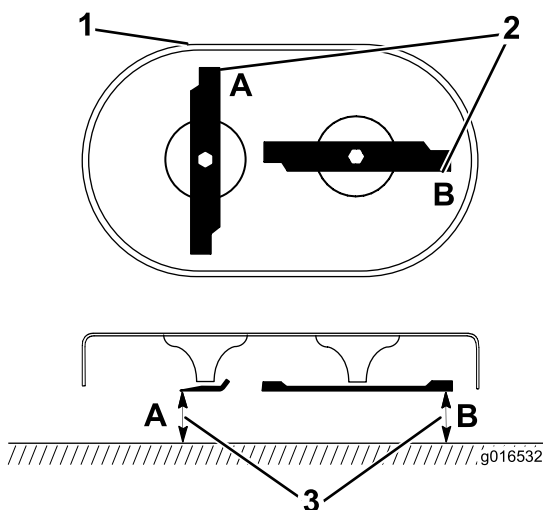

Figure 39
1. Tournez les lames à la position indiquée à la Figure 39.
2. Mesurez la distance entre une surface plane et le tranchant aux points A et B, (Figure 39), et notez les deux dimensions.
3. Faites tourner les points de sorte que leurs extrémités opposées soient aux points A et B (Figure 39).